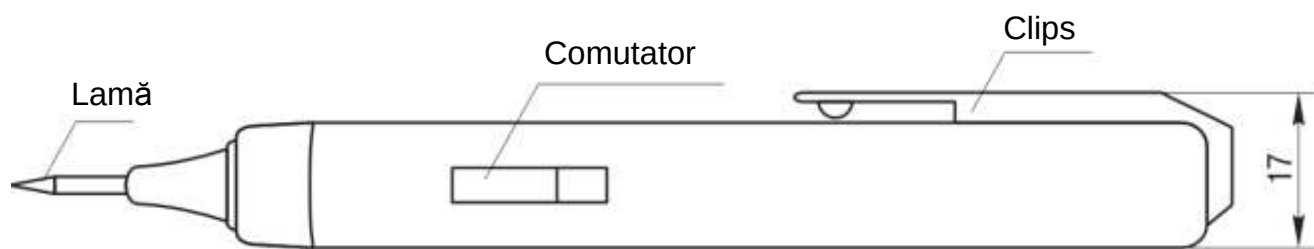

Fig.2 Șurubelnița tester tip OP-2E
3.2 Testerul OP-2E este dotat cu comutator pentru selectarea regimului de lucru (fig. 2).